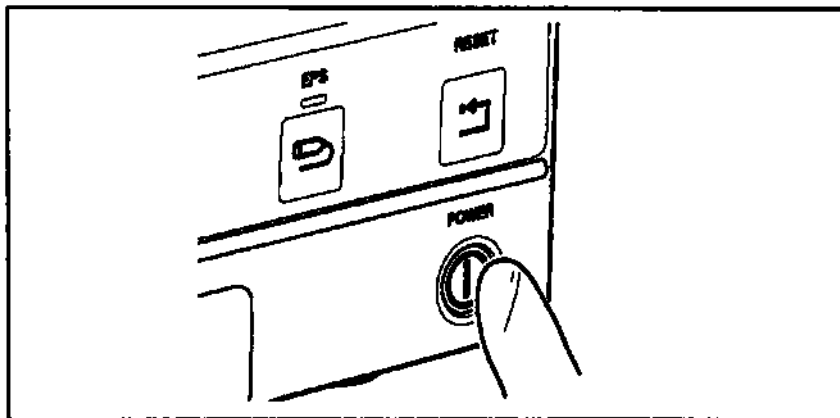

Рисунок 4.7
2. Чтобы включить УУН, нажмите выключатель питания R (см. рисунок 4.7).